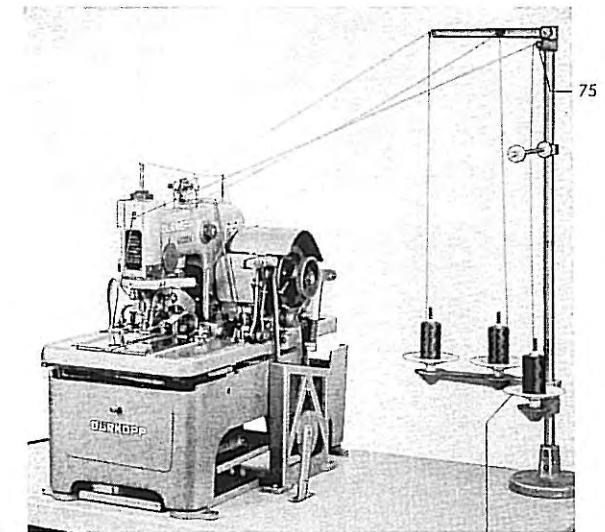

Abb. 20b
1. Vom Garnrollenhalter III nach oben durch die Fadenführung am Garnabzugsarm 75 (Abb. 20b) des Garnständers;